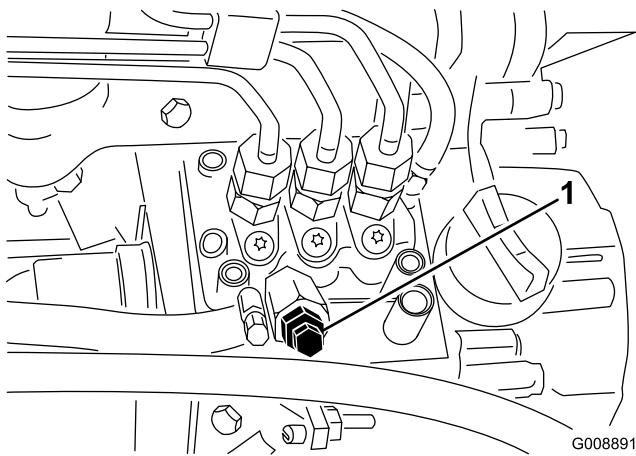

Bild 38
3. Öffnen Sie die Entlüftungsschraube an der Kraftstoffeinspritzpumpe (Bild 38).